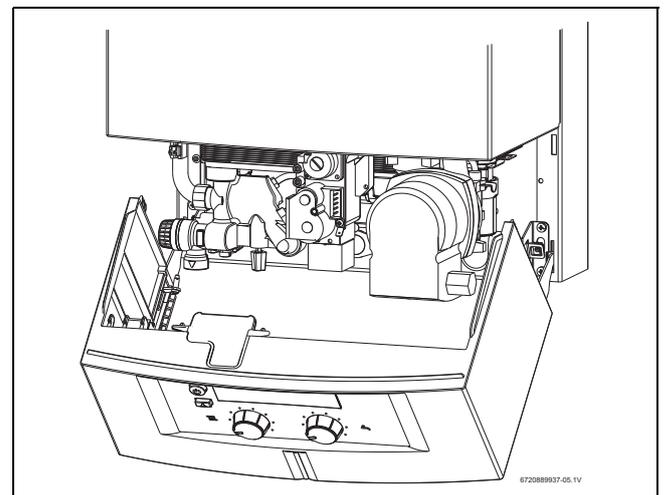

Fig. 26 Position d'entretien pour les réglages du gaz
- ▶ Retirer le panneau de commande et le mettre en position d'entretien (voir fig. 26).